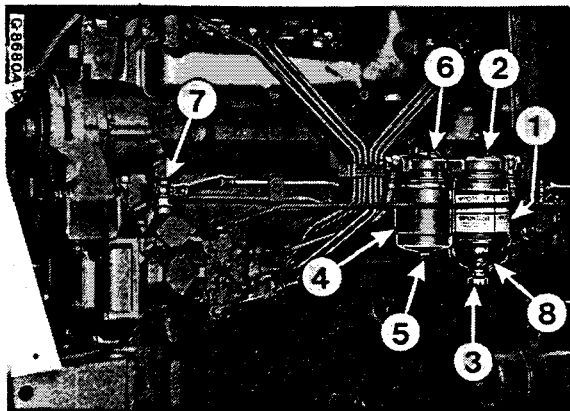
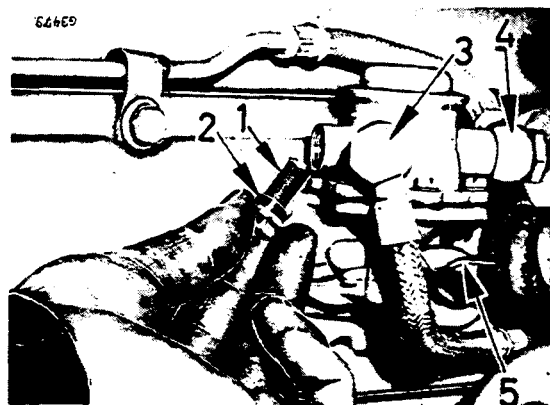

Figure 68
Figure 71
Desserrez la vis de vidange (3) Fig. 68 et la vis de purge (2) avant de faire démarrer le moteur. Resserrez la vis dès que l'eau est évacuée et que le combustible s'écoule. Si nécessaire purgez également le filtre final (4). Pour ce faire, desserrez la vis (5) et la vis de purge (6) jusqu'à ce que le combustible commence à s'écouler.
Remplacez le filtre primaire (1) Fig. 68 toutes les 800 heures de travail ou même avant si vous constatez une perte de puissance, et le filtre final (4) toutes les 2000 heures.
La pompe d'alimentation ne nécessite aucun entretien en dehors du nettoyage du tamis de filtrage (1), Fig. 71. Retirez et nettoyez ce tamis toutes les 800 heures de fonctionnement. Selon la qualité du combustible utilisé un intervalle plus court peut s'avérer nécessaire. Nettoyez le tamis dans du combustible Diesel ou du pétrole et remettez-le en place en utilisant une nouvelle rondelle joint.
Si le système d'alimentation a été en partie démonté ou si le réservoir a été complètement vidé, il sera nécessaire de purger le système. Procédez de la façon suivante : Desserrez les vis de purge (4), Fig. 71 et (2, 6) Fig. 68, dans cet ordre, et resserrez-les quand le combustible s'écoule sans bulles d'air. Pendant tout ce temps actionnez le levier de commande manuelle (5), Fig. 71 et n'arrêtez que lorsque la vis de purge correspondante est ressermée.
NOTE : Si le réservoir a été complètement vidé il y a lieu de purger la pompe d'injection. Desserrez la vis de purge (7) Fig. 68 et resserrez-la lorsque le combustible s'écoule sans bulles d'air.